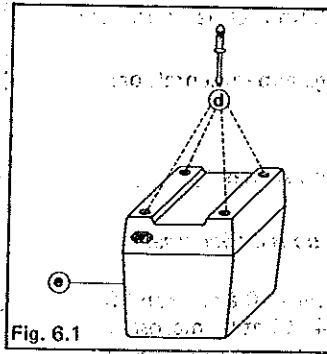

Fig. 6.1
- Dévisser les vis du boîtier ① de la face inférieure de l'appareil avec un tournevis cruciforme (taille 2) (Fig. 6.1).